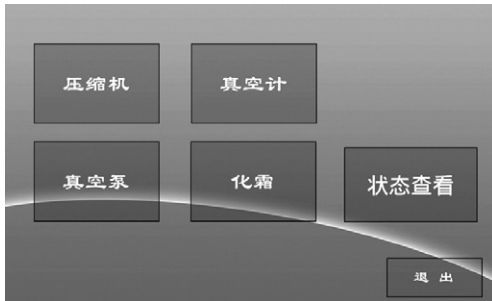

图3 调试维护界面
2. “调试维护”键：供设备维护人员使用。单击该键，将跳出如图3所示的“调试维护屏”。